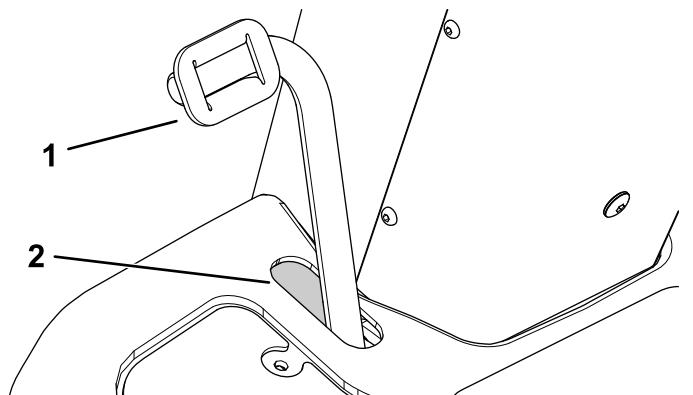

図 86
1. ブレーキペダルを踏み込んで、スロットの前端との間に適切なすきまがあるかどうか点検する図 86。